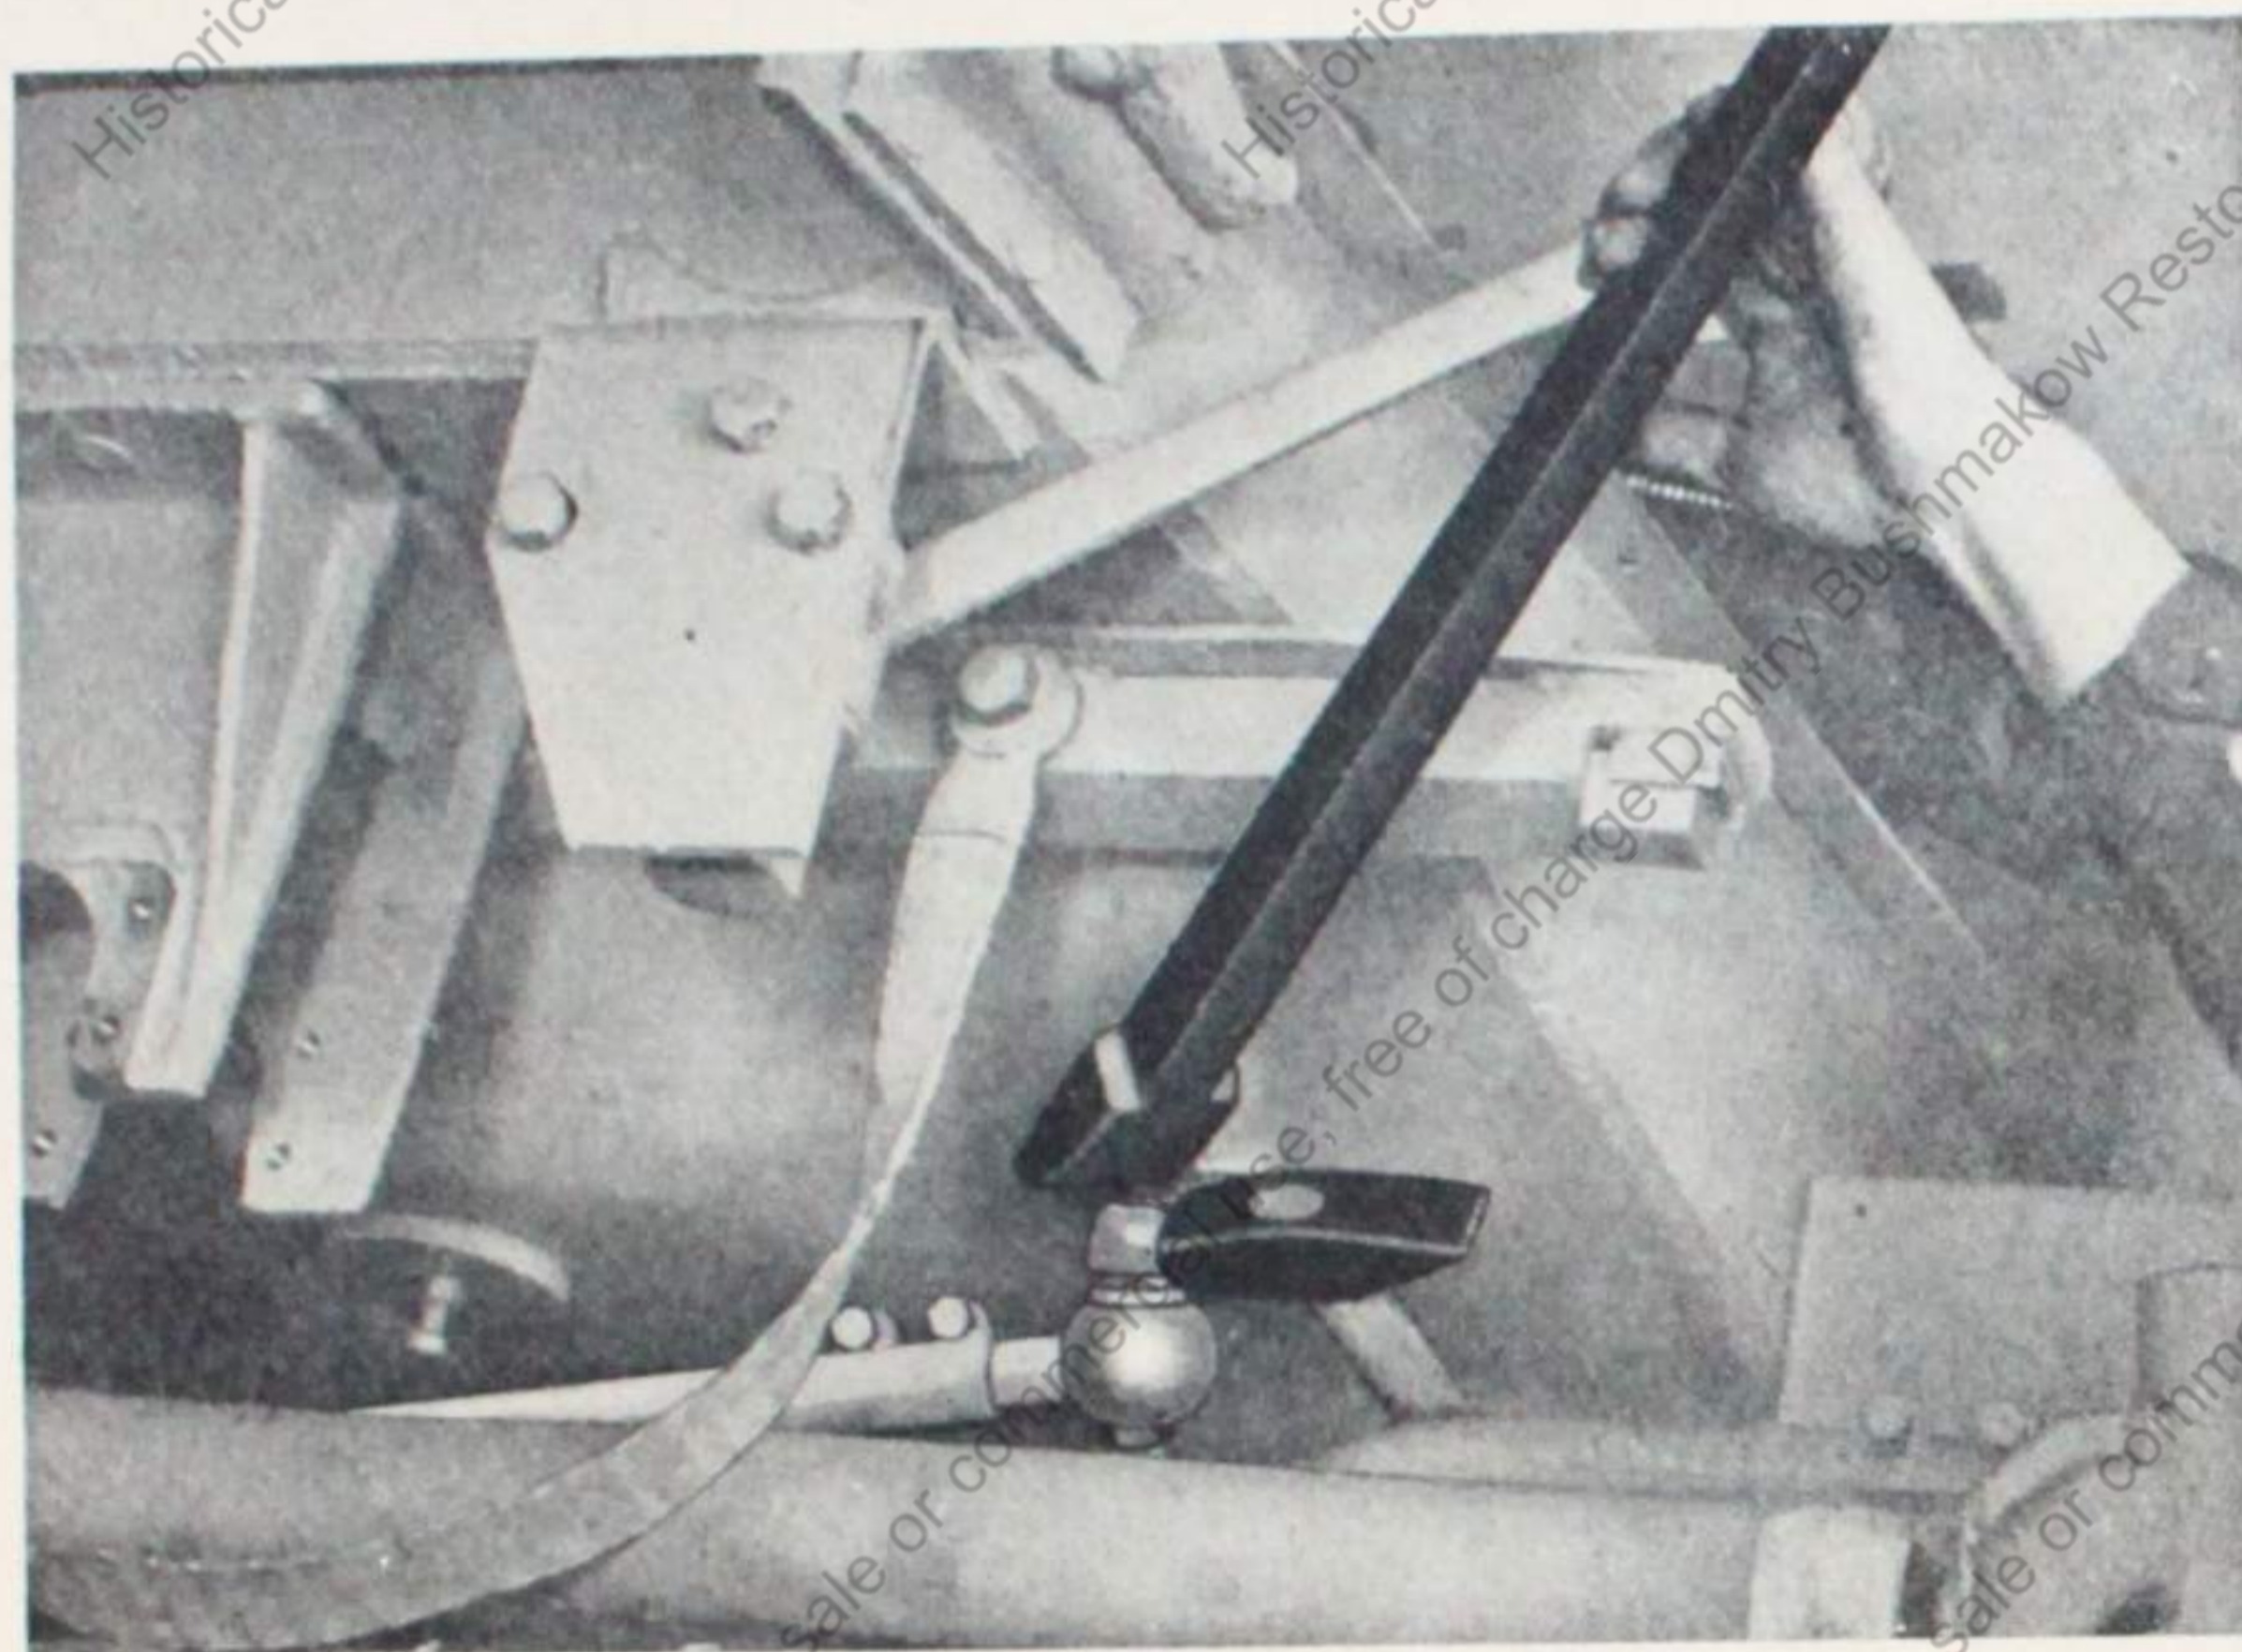

Bild 10
- Vorsichtig mit der Brechstange den Bolzen herausdrücken, wenn nötig, mit leichten Prallschlägen gegen den Lenkstockhebel (Bild 10)
Nach Lösen der Lenkstange nach Bild 10: